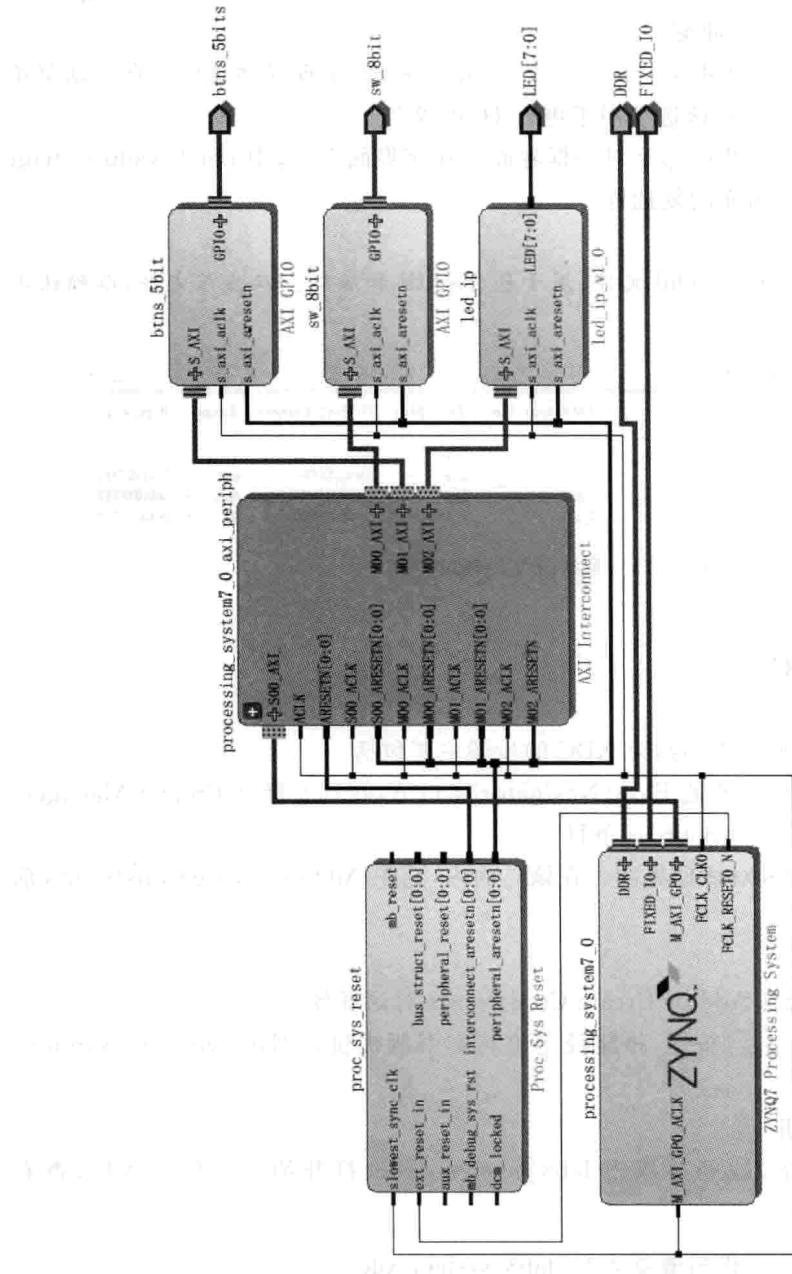

图 4.74 添加端口后的系统结构图
- (11) 如图 4.74 所示,给出了添加完 LED[7:0]端口后的系统结构图。